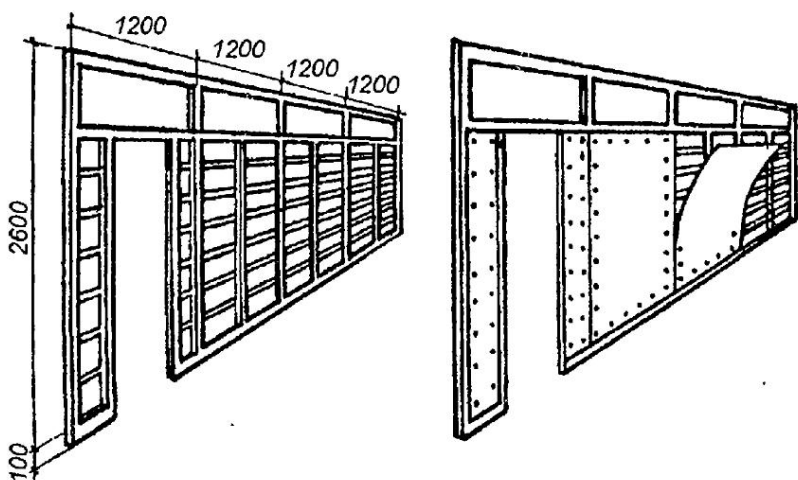

Рис. 160. Каркасная перегородка
**Изготовление каркасных перегородок.** Каркасные перегородки (рис. 160) делают из брусков сечением 25–32×50–80 мм. Бруски поставляют на строительство в прирезанном виде или погонажем. При поставке брусков в прирезанном виде они комплектно на перегородку вяжутся в пачку. Бруски должны быть обработаны и иметь размеры в соответствии с рабочими чертежами. Каркас перегородки изготовляют из древесины хвойных пород, а также из древесины березы, ольхи, тополя, липы и осины. Влажность брусков каркаса должна быть не более 15%. Допускаемые отклонения брусков должны быть не более: по длине — 5, по толщине — 1, по ширине — 2 мм. Для заполнения каркаса перегородок используют мягкие древесноволокнистые или минераловатные плиты. В зависимости от породы древесины перегородки окрашивают масляной краской или покрыва-